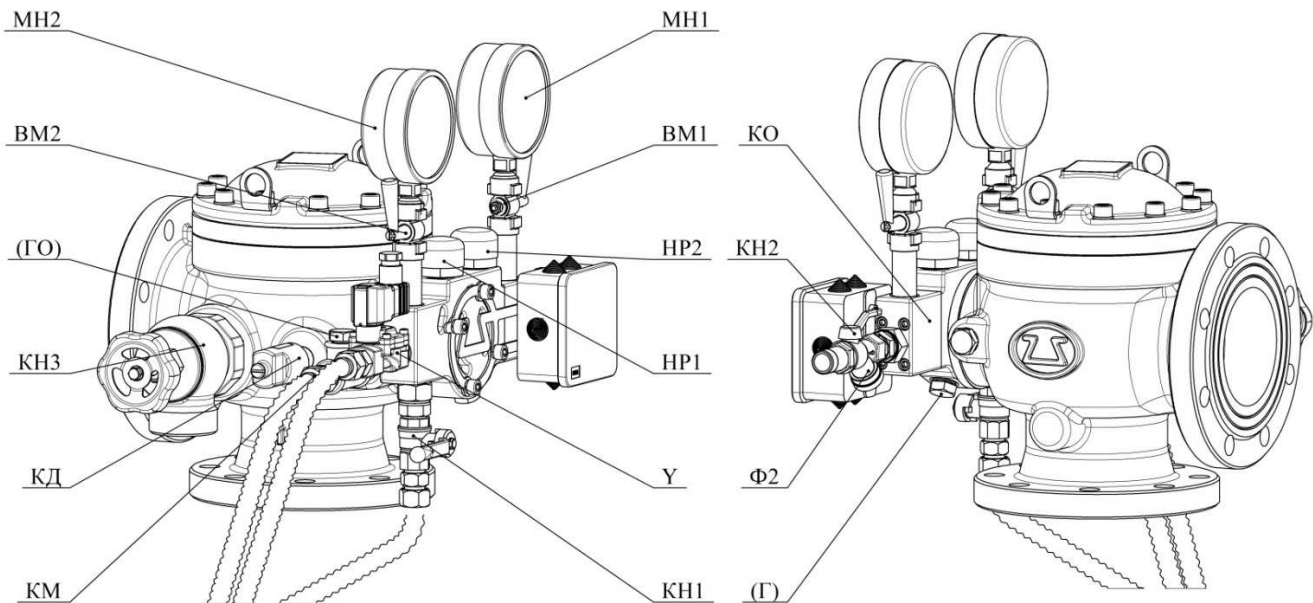

Рисунок 3 - Узел управления дренажный с комбинированным приводом
7.3 Установку УУ в дежурный режим выполнять в следующей последовательности (рисунок 3):
- провести проверку работы кранов КН1, КН2, КН3, клапана электромагнитного У (рисунок 3) на герметичность прокладок и уплотнений, при необходимости, заменить;
- провести разборку фильтра Ф2 (рисунок 3), почистить сетку, собрать фильтр;
- демонтировать клапан электромагнитный У (рисунок 3) почистить фильтрующий элемент, установить клапан электромагнитный на место, резьбовые соединения уплотнить;